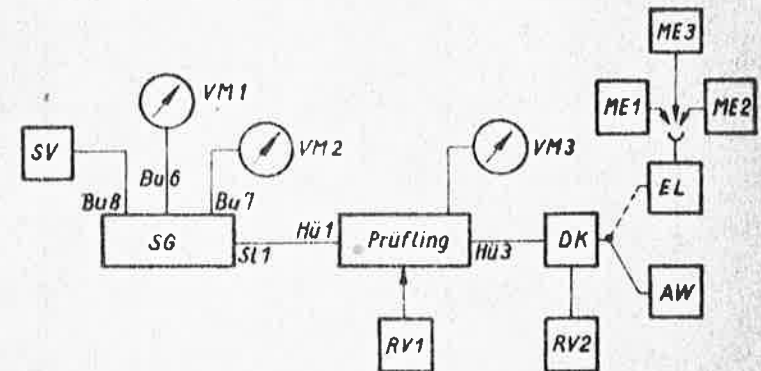

Bild 8
2. Prüfling mit der Anschlußvorrichtung SG und DK gemäß Bild 8 verbinden. VM 3 wird mit der Plusklemme (Spannungsmessbereich 1,5 V) an Meßpunkt 15a gelegt. (Minusklemme von VM 3 ist am Punkt 4 der BE 14 anzulöten.)